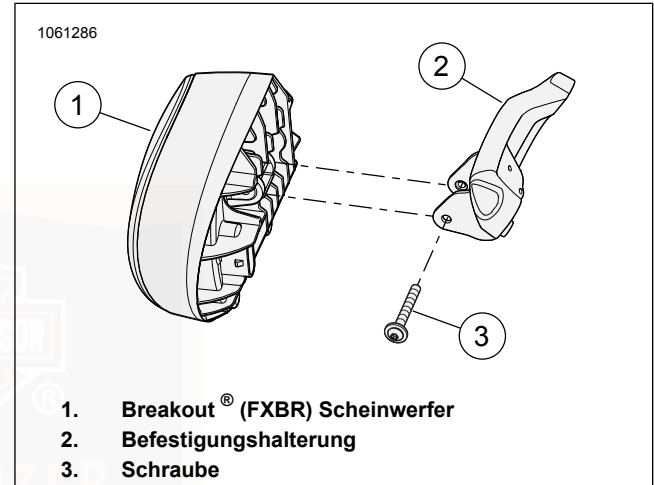
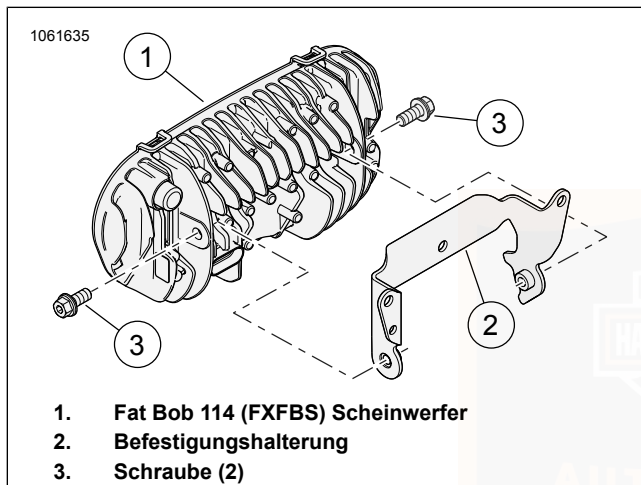

Abbildung 79. Scheinwerfereinstellung
Abbildung 80. Scheinwerfereinstellung
1. Siehe Abbildung 79 und Abbildung 80. Die vertikale Einstellschraube (3) lockern. Den Scheinwerfer vertikal so weit neigen, bis der Strahl auf der Mitte der horizontalen Linie liegt.
2. Die vertikale Einstellschraube (3) anziehen: